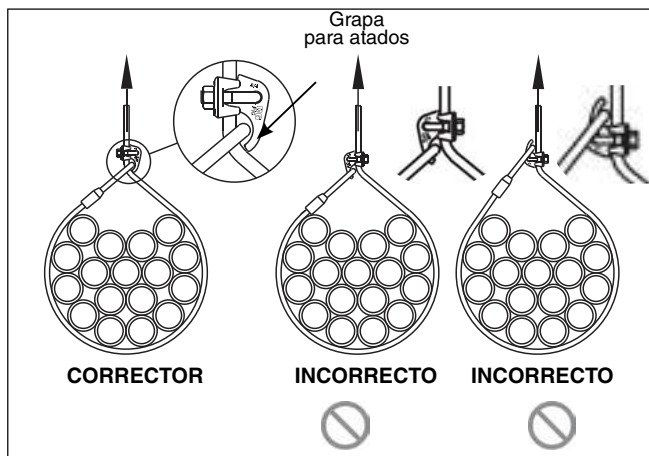

Figura 3
- No use la grapa para atados para formar un enganche. (ver Figura 3).
3. Luego de la carga inicial, instale la grapa para atados en la orientación correcta, con la parte curvada (la punta de la grapa para atados) sobre el ojo de la eslinga. Inserte el perno en U a través de la grapa para atados. Coloque correctamente la base sobre el perno en U e instale las tuercas (ver Figura 3). Use una llave de torque para un ajuste parejo, alternando una tuerca y la otra hasta que la parte curvada asiente en el cable y en la base de la grapa y se alcance la torsión recomendada (ver Tabla 1).